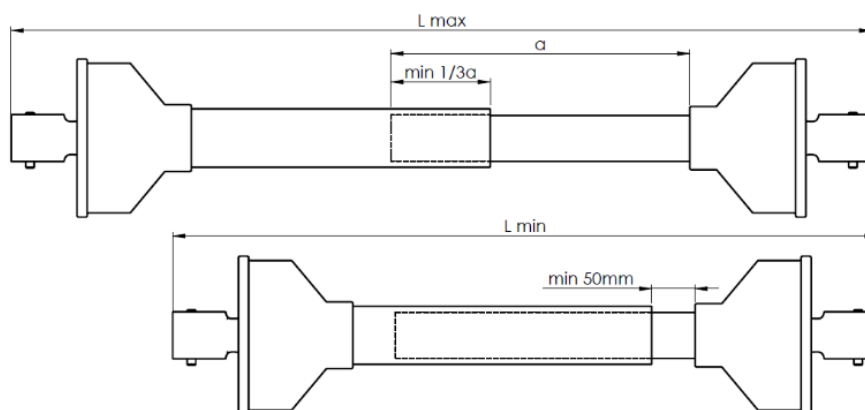

Рисунок 16. Регулировка длины вала при присоединении навозоразбрасывателя к трактору
- убедиться, что после соединения шарнирно-телескопический вал, передающий привод от трактора, имеет достаточную длину во всех возможных положениях трактора по отношению к машине (рисунок 16).